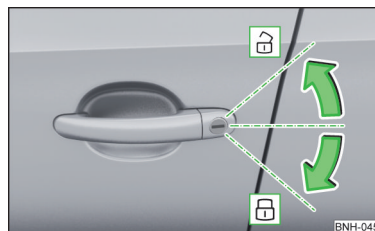

Fig. 30
**Descuierea/încuierea autovehiculului cu ajutorul cheii » fig. 30**